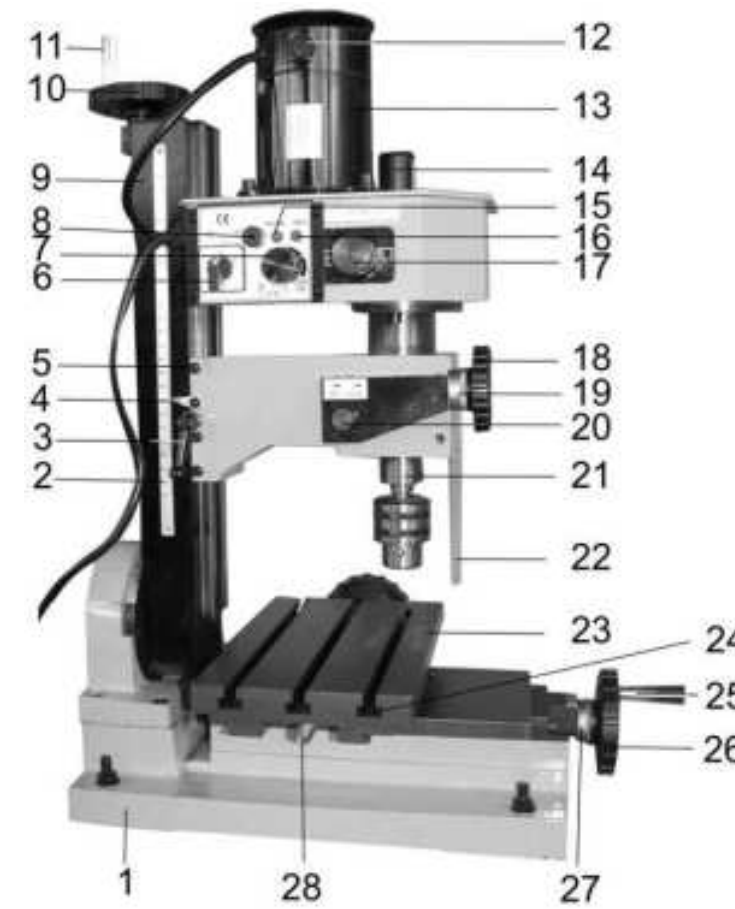

Рис. 2
- установить ручку регулятора частоты вращения шпинделя (17) в положение «низкая или высокая скорость», Рис. 2;
7.1. Станок состоит из следующих сборочных единиц и деталей (Рис. 2, 3).
8.1. Сборка (Рис. 2, 3)
8.2. Монтаж (Рис. 2, 3)
9.2. Регулировка плавности хода вертикального перемещения шпиндельной бабки (Рис. 2)
9.3. Регулировка плавности хода поперечного перемещения рабочего стола (Рис. 2, 6)
10.1. Подготовка к работе (Рис. 2, 3, 7)
10.1.4. Установите и закрепите на рабочем столе (23) заготовку (при помощи зажимов, адаптеров или тисков), Рис. 2.
10.1.7. Маховиком поперечного перемещения рабочего стола (26) отведите режущий инструмент от заготовки, Рис. 2.